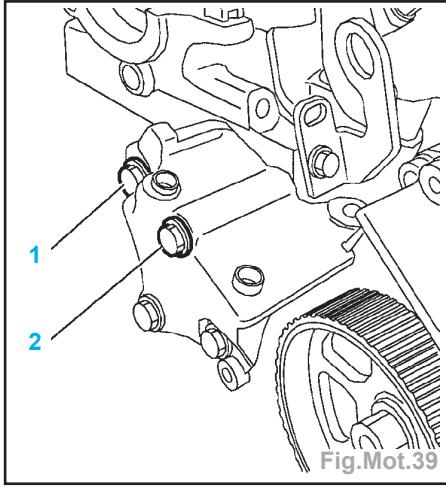

Fig.Mot.39
- Déposer les vis (1 et 2) (Fig.Mot.39).